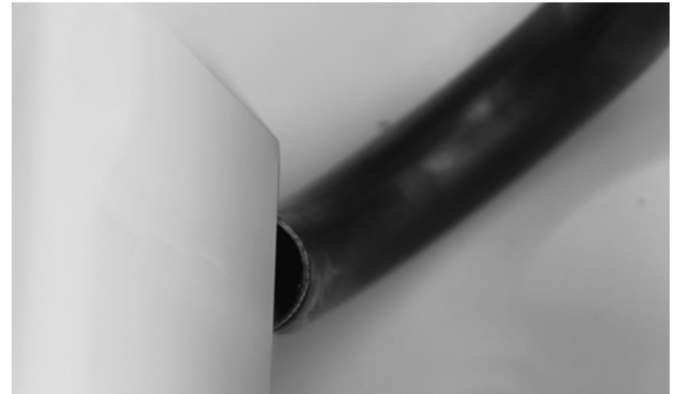
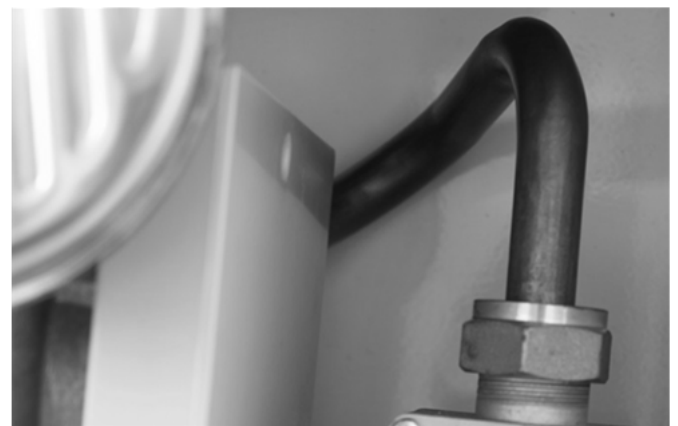

Abb. 33: Falsche Einbauposition des Gasrohres am Gas-Luft-Mischkasten
Abb. 34: Richtige Einbauposition des Gasrohres am Gas-Luft-Mischkasten
- ➔ Beachten Sie, dass das Gasrohr im rückwärtigen Bereich spannungsfrei in die Öffnung des Gas-Luft-Mischkastens eintaucht (s. Abb. 33-Abb. 34).